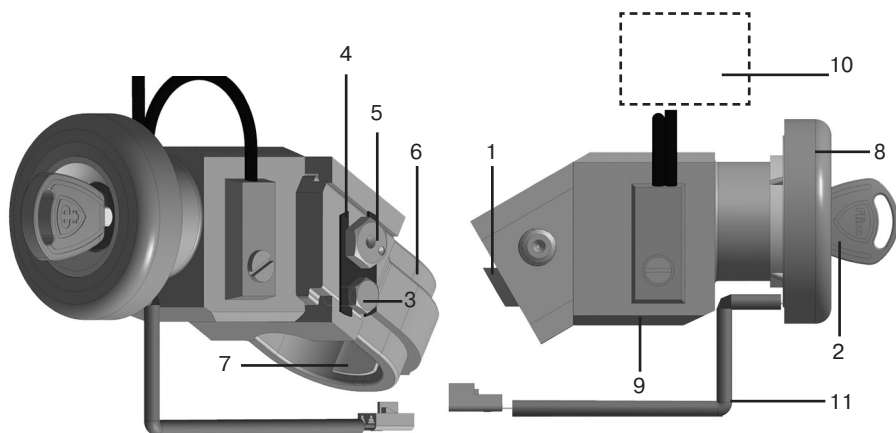

рис. 5 Схема механической части замка
5.3. Отведите ригель механического замка (рис. 5, поз. 1) в крайнее положение. Для этого поверните ключ в положение «SET» (ключ остается в замке), как указано в пункте 4.4. Положение ключа в режиме «SET» используется как при монтаже, так и при демонтаже механического замка.
5.4. Отверните болт М6 (рис. 5, поз. 3) и снимите планку оси эксцентриковой (рис. 5, поз. 4). Выньте ось эксцентриковую (рис. 5, поз. 5) и разъедините хомут (рис. 5, поз. 6) от корпуса механического замка (рис.5 поз.9).
5.6. В совмещенные отверстия, вставьте свободно усилием руки ось эксцентриковую, затем с помощью ключа «S14» поверните по часовой стрелке шестигранную головку на оси эксцентриковой крутящим моментом не более 4 кгс·м, обеспечив плотное прилегание корпуса механического замка к кожуху вала рулевого управления. При наличии зазоров, невыбираемых осью эксцентриковой, используйте прокладки-компенсаторы со скотчем (рис. 5, поз. 7), прикрепив их (одну или две) на предварительно снятый хомут. При достижении жесткой фиксации механического замка на кожухе вала рулевого управления, установите планку оси эксцентриковой (рис. 5, поз. 4), закрепив болтом М6 (рис. 5, поз. 3), и отогнув лепестки на планке, зафиксируйте ось эксцентриковую и болт М6 от поворота (фото 2).
6.4. После проведения проверки работоспособности электромеханического замка зажигания на автомобиле, установите пластмассовый кожух рулевой колонки, оденьте декоративную насадку с катушкой связи на замок (рис.5 поз.11) и окончательно отрегулируйте пластмассовый кожух рулевой колонки относительно декоративной насадки.